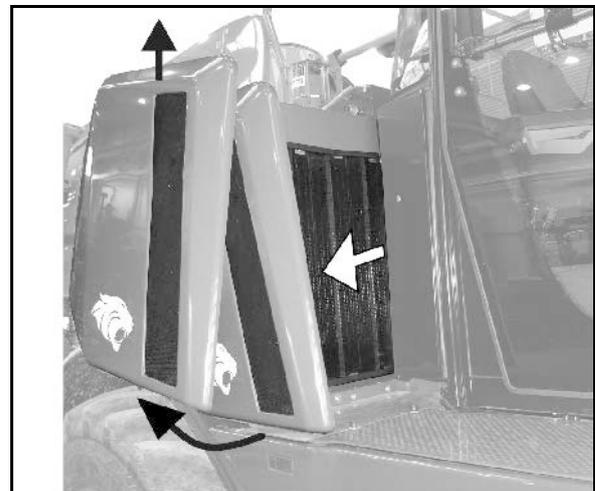

Fig. 168
1. Soltar la tuerca de mariposa de la campana del filtro (Fig. 168/1).
2. Retirar la campana del filtro y sacar el elemento exterior del filtro (Fig. 168/2).
6. Anualmente, cambiar el elemento interior del filtro (Fig. 168/3) (no limpiarlo nunca).
- o Soltar la tuerca hexagonal (Fig. 168/4) y sacar el elemento interior del filtro.